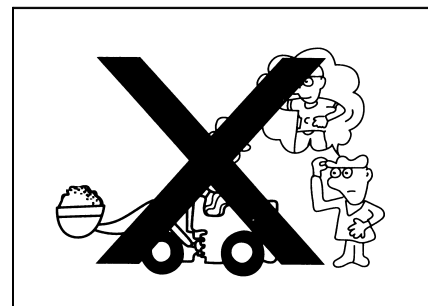

Рис. 1–35
- Перед началом движения следует нажать гудок и выдать сигнал, после убеждения в безопасности стартовать (рис. 1–35).